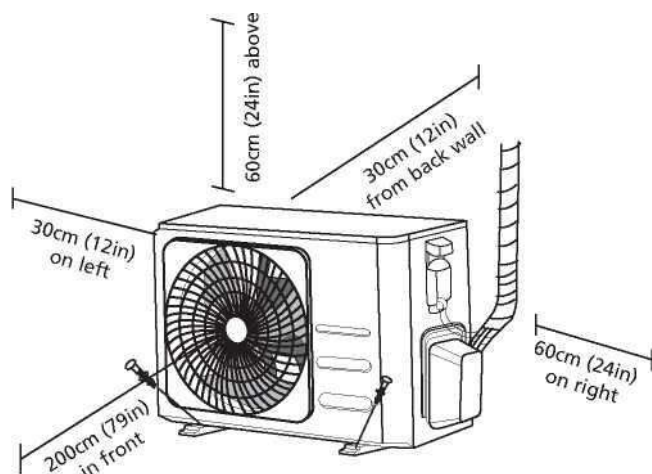

рис. 1.1
- ☐ Відповідає всім вимогам до простору, які відображені у Вимогах до простору при встановленні (рис. 1.1).